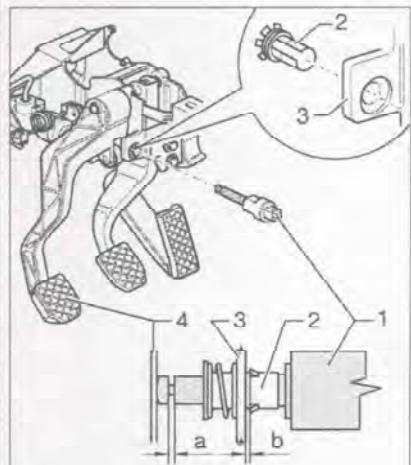

Рис. 7.16. Вставьте датчик (1) в зажим (2) и установите до упора к педали сцепления.
1. Вставьте датчик (1) в зажим (2) и установите до упора к педали сцепления (рис. 7.16).
4. Проверьте расстояние **a** датчика (1) (рис. 7.16). **Номинальное значение:** не более 0.5 мм.
5. Проверьте, чтобы датчик (1) прилегал к педали сцепления (4).